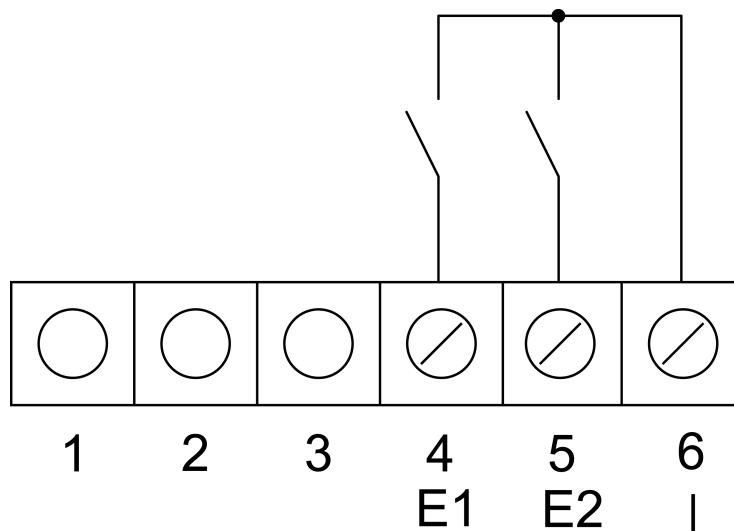

Bild 3: Anschluss Binäreingänge
- Abdeckung (4) abnehmen.
- Klemmen-Einsatz (1) und Elektronik-Aufsatz (3) voneinander trennen.
- Busleitung an die Anschlussklemme (9) im Klemmen-Einsatz einstecken.
- Binäreingänge: Fensterkontakte, Schließer- oder Öffner-Taster an Klemmen 4, 5 und 6 der Anschlussleiste (8) anschließen (Bild 3).
- Klemmen-Einsatz (1) in Gerätedose einsetzen. Auf Beschriftung **OBEN / TOP** achten. Der Busanschluss muss unten rechts liegen.
- Design-Rahmen (2) auf den Klemmen-Einsatz (1) aufsetzen.
- Elektronik-Aufsatz (3) lagerichtig in den Klemmen-Einsatz einsetzen.